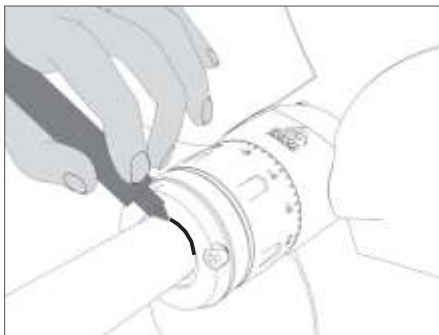

FIG. 9 Segnare con pennarello qui sull'asse
- Marcare con un pennarello il punto massimo di calzaggió sull'asse (**Fig. 9**).